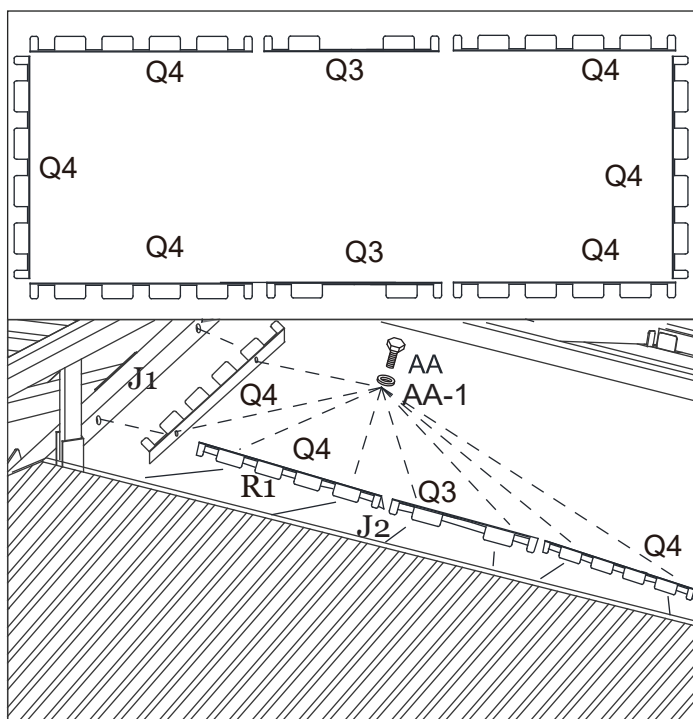

Figure 17-2
17.2. Fixez la garniture du cadre central du toit principal (Q3/Q4) au cadre central du toit principal (J1/J2) à l'aide des boulons (AA) et de la rondelle (AA-1). Répétez l'opération pour tous les côtés. Voir les figures 17.2 à 17.3.